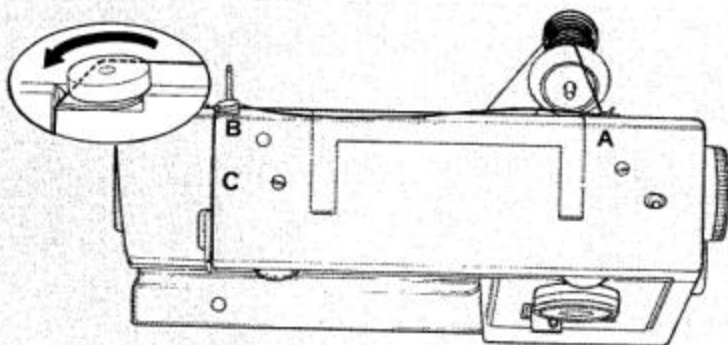

Fig. 1
Trek de draad door de achterste draadgeleider (A) en door de draadgeleidergleuf (B) naar u toe. (Fig. 1)